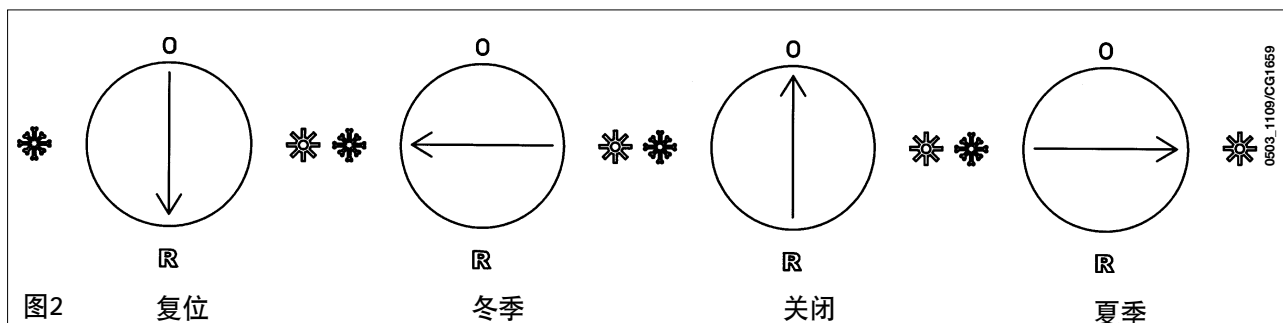

图2
- 3) 转动选择旋钮, 将壁挂炉设定到夏季(☼)或冬季(❄️)位置(图2);
① 卫生热水旋钮(A.C.S)
② 供暖旋钮(C.H.)
③ 选择旋钮(图2)
④ 显示屏
要关闭壁挂炉，必须关闭其电源。图2中的选择旋钮处于位置O时，壁挂炉保持关闭（显示屏显示OFF），但其电路中仍有电压，防冻功能启动（段落9）。
为了使壁挂炉复位，令选择旋钮(图2)定位于”R”至少2秒。如果这个装置反复启动，请联络特约技术援助服务中心。
备注：可以连续进行5次尝试性复位，在此之后，壁挂炉处于停机状态。为了进行新的尝试性复位，必须把图2中的旋钮置于OFF位置几秒。